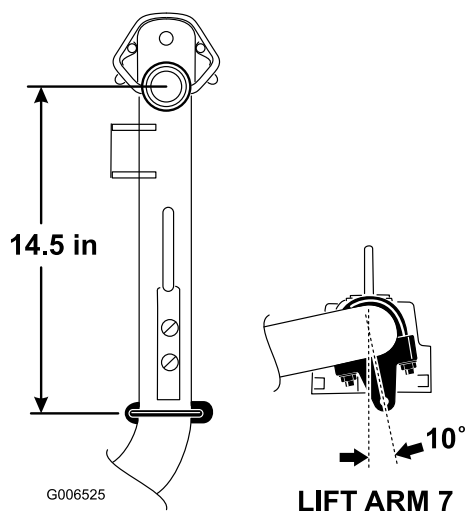

Figura 11
- Sui bracci di sollevamento n° 6 e n° 7, posizionate le staffe e i bulloni a U a una distanza di 368 mm dietro la linea centrale dello snodo di articolazione (Figura 11). Ruotate le staffe di 10 gradi verso il lato fuoribordo della macchina.